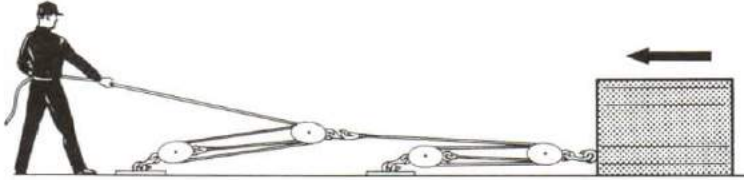

Figure 11-38
6. Suppose that in securing a ship for sea you wish to slide a very heavy case into a position where you can lash it down. There is no one to help you, so you decide to move it using a luff. You reeve your luff to advantage as in Figure 11-38.
6. Supposons qu'au cours de la préparation d'un navire pour l'appareillage, vous vouliez faire glisser une lourde caisse vers un emplacement où elle pourra être amarrée. Il n'y a personne pour vous aider et vous décidez de la déplacer au moyen d'un palan double en trois. Vous montez le palan afin d'en tirer le meilleur parti, comme le montre la figure 11-38.